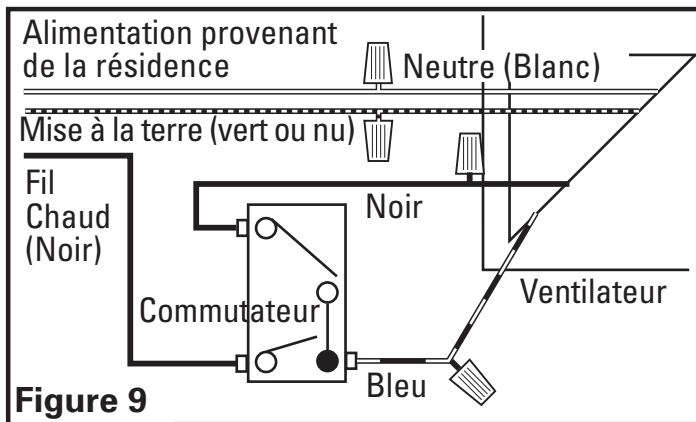

Figure 9
- Ventilation intermittente :** Pour les ventilateurs à deux vitesses câblés pour la ventilation intermittente avec le commutateur AKS2 recommandé (non inclus). Reliez le fil blanc du ventilateur au fil (neutre) blanc du bloc d'alimentation. Reliez le fil de terre du ventilateur au fil de terre du bloc d'alimentation. Mettez à terre correctement les commutateurs. Faites courir un fil du fil bleu dans le ventilateur à la borne commune (vis noire) du commutateur AKS2. Reliez le fil noir du bloc d'alimentation à la borne argentée sur le fond du commutateur AKS2. Reliez le fil noir du ventilateur à la borne argentée sur le dessus du commutateur AKS2. Le commutateur inférieur allumera et éteindra le ventilateur; le commutateur de dessus changera entre haut et bas (Figure 9).